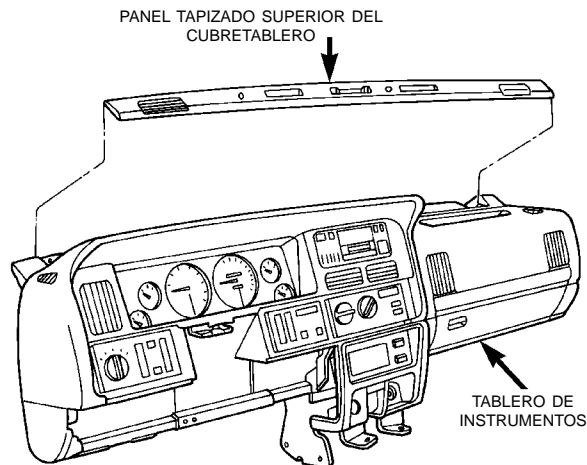

Fig. 9 Desmontaje/instalación del panel tapizado superior del cubretablero
(1) Desconecte y aisle el cable negativo de la batería.
(2) Con una herramienta de hoja plana y ancha como una varilla tapizada, haga palanca para separar el panel tapizado superior del cubretablero del tablero de instrumentos (Fig. 9).